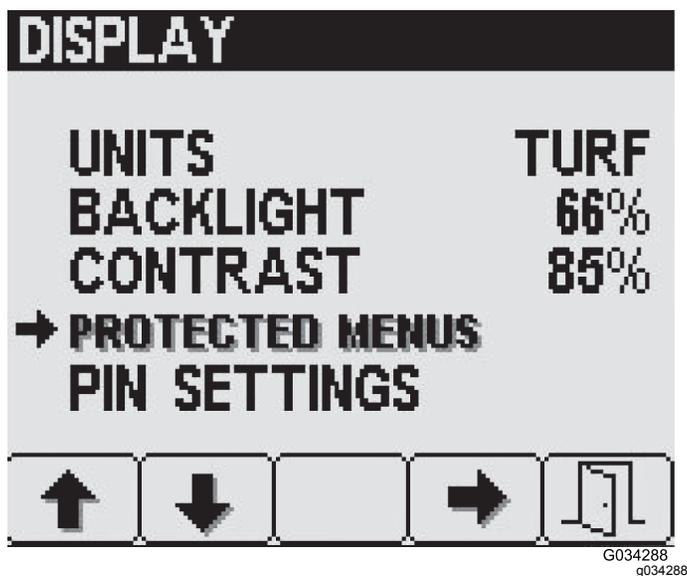

Figura 29
y pulse el botón 4 para seleccionar Menús protegidos (Figura 29).
2. Pulse el botón 2 para desplazarse al elemento de menú protegido deseado (Figura 29).